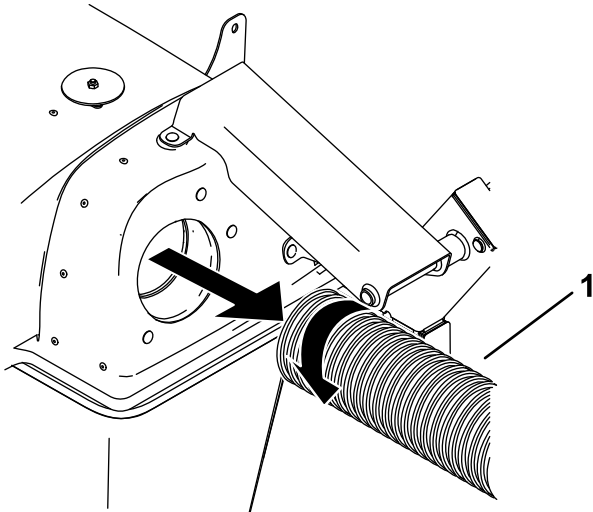

Figura 2
2. Rimuovete il flessibile dal cofano (Figura 2).